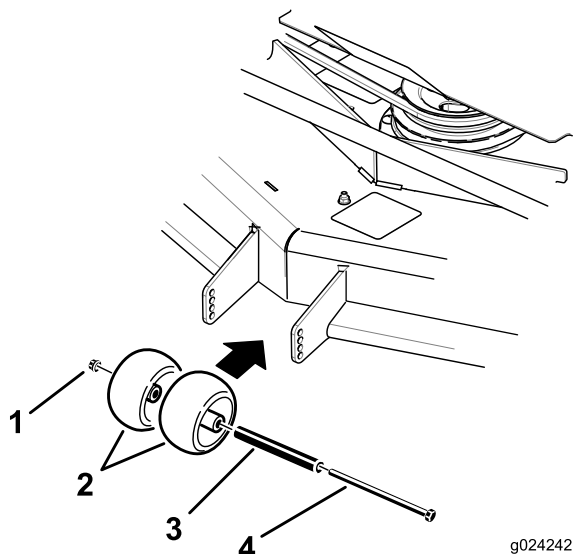
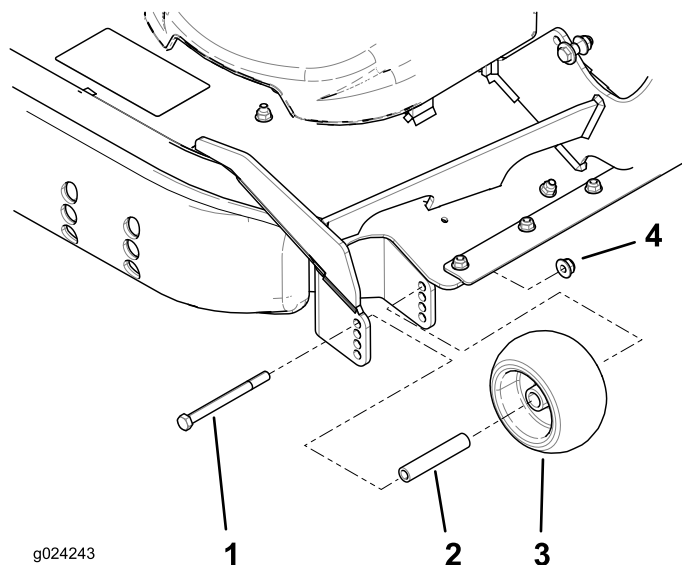

Bild 28
Bild 29
3. Stellen Sie die Antiskalpierrollen so ein, wie in Bild 28 und Bild 29 abgebildet, dass sie der nächsten Schnitthöheneinstellung entsprechen.